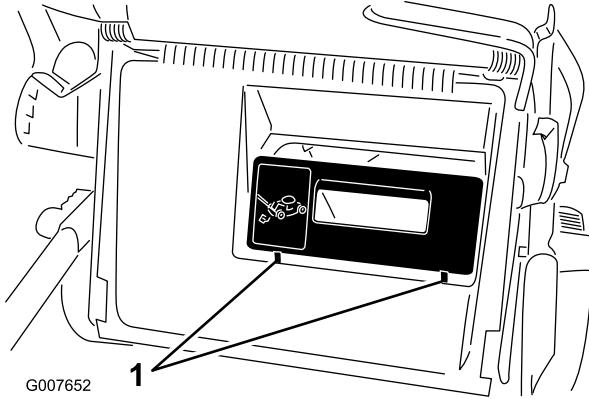
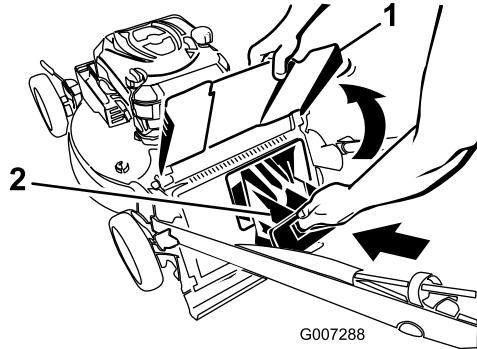

Bild 20
Bild 21
**Wichtig:** Stellen Sie sicher, dass die Heckauswurfklappe befestigt ist. Heben Sie das Auswurfablenkblech an und suchen Sie die zwei Laschen vorne an der Klappe (Bild 20). Wenn Sie diese nicht sehen, drücken Sie die Klappe fest herunter, bis sie einrastet (Bild 21).